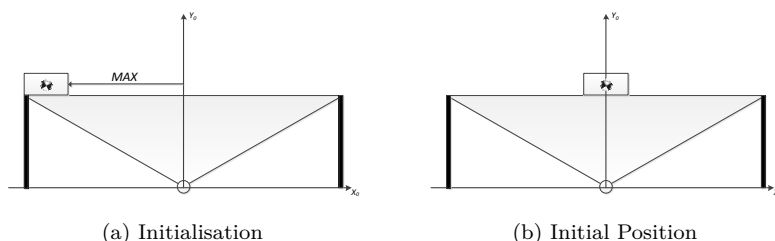

Figure 6: Horizontale Position - Startprozedere
- Bevor Sie nun das Simulink-File mit der Hardware verbinden, versichern Sie sich, dass die richtige Startposition wie in Figure 6(a) eingestellt ist.
- Während den ersten 10 Sekunden ist der Regler noch ausgeschaltet. Währenddessen müssen Sie den Wagen von Hand in die Mitte fahren. Sie sehen die Position in Figure 6(b). Führen Sie dafür genau das folgende durch:
1. Klicken Sie auf 'RUN' (1) im Simulink;